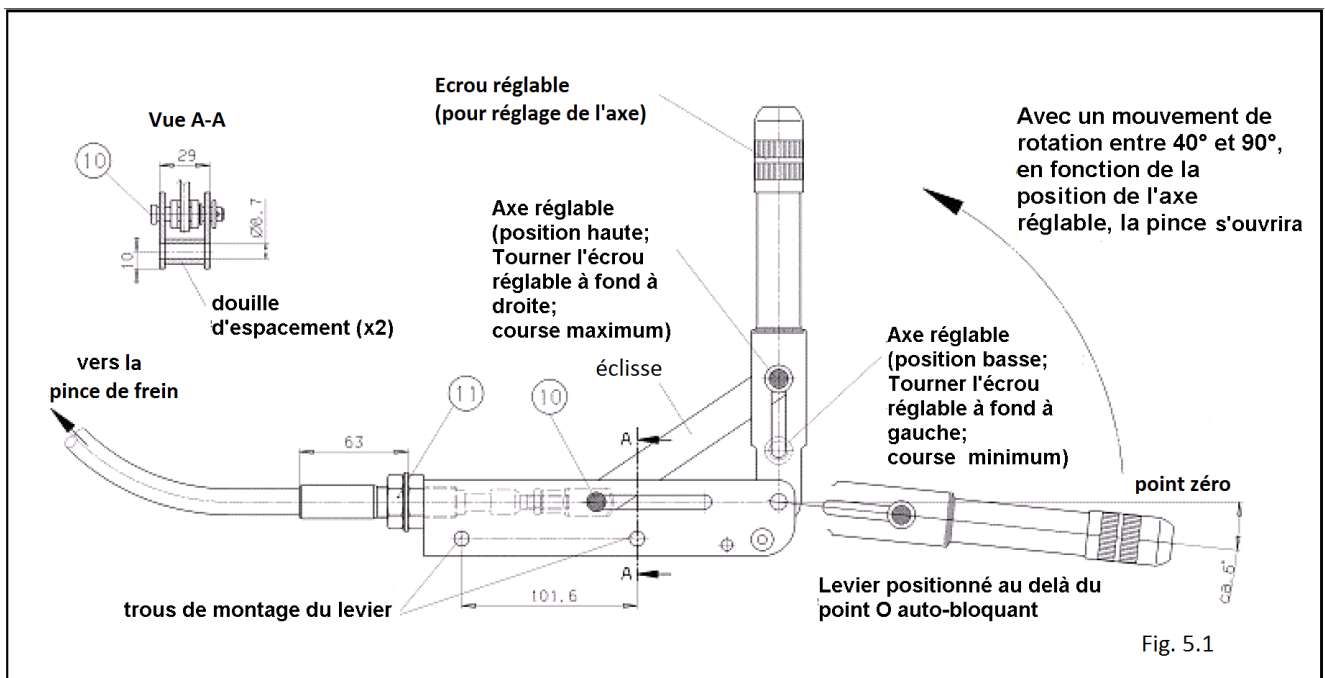

Fig. 5.1
La pince de frein est ouverte et la force de freinage est appliquée en actionnant le levier. Le levier de frein ( voir Fig.5.1, paragraphe 5.2) peut être sécurisé simplement en le manoeuvrant au delà du point O. Aucun mécanisme de blocage ou déblocage n'est demandé.
Le levier de frein est fixé à la machine à l'aide de 2 vis M8 de classe de résistance 8.8. Assurez vous que les douilles d'espacement ont bien été positionnées entre les plaques support du levier, voir Vue A – A Fig. 5.1.
- Retirer l'axe (Pos 10, Fig. 5.1) après avoir enlevé la goupille fendu de sécurité et la rondelle
- Desserrer l'écrou de blocage M18x1,5 (Pos 11, Fig. 5.1)
- Installation du câble dans l'ordre inverse en respectant la distance de 63 mm. Ne pas oublier de sécuriser l'axe (Pos 10, Fig. 5.1) en remettant la goupille fendue.